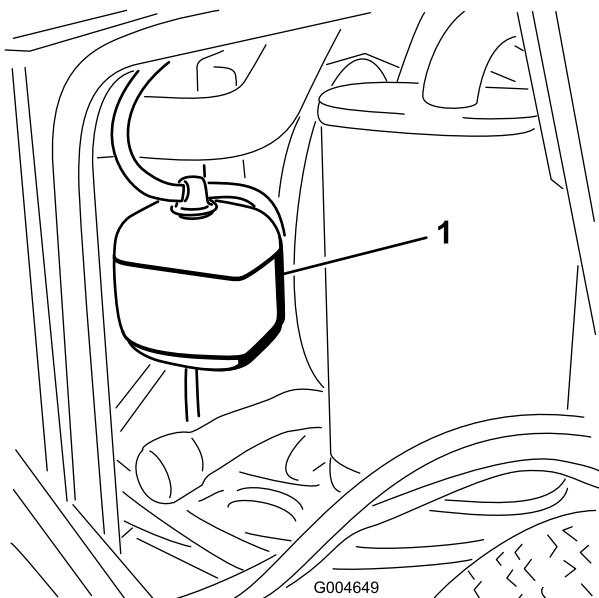

Figure 51
- Vérifiez le niveau du liquide de refroidissement dans le vase d'expansion (Figure 51). Il doit se situer entre les repères qui figurent sur le côté du réservoir.